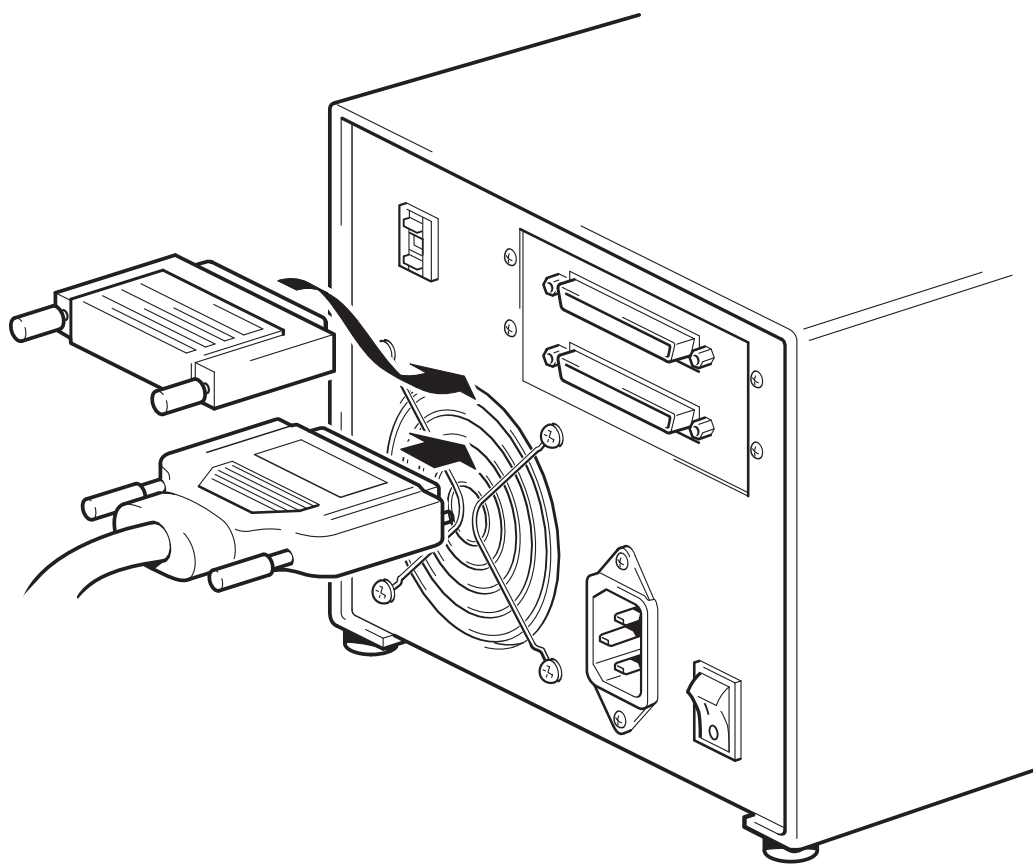

图 5: 连接 SCSI 电缆
- 4 将 SCSI 电缆上的 HD 接线连接到磁带机后面板上的某个 SCSI 接口，并拧紧螺钉将其固定。（见图 5。）